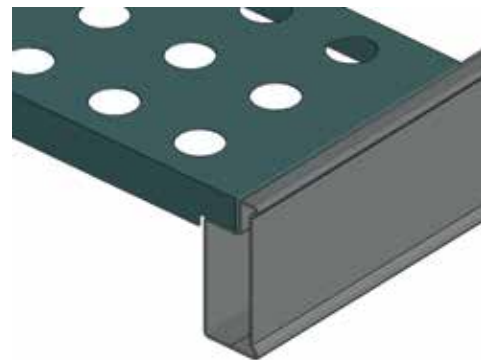

Abb. 85 ARP-Traverse mit eingelegtem Boden gelocht ARP
- die Böden gelocht ARP (Abb. 85) auf ARP-Traversen eingelegt werden.